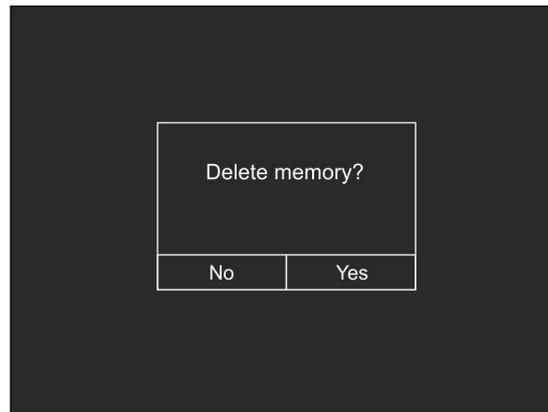

Fig. 29: Confirmação para apagar memória
1. Clique no item “Image Align”. Fig. 29 - parte central é mostrada no dispositivo onde há uma sobreposição das duas imagens com baixo nível de infravermelho.
2. Clique nas 4 setas no dispositivo para mover a imagem IR sobrepondo-a à visível (ver Fig. 29 - lado direito)